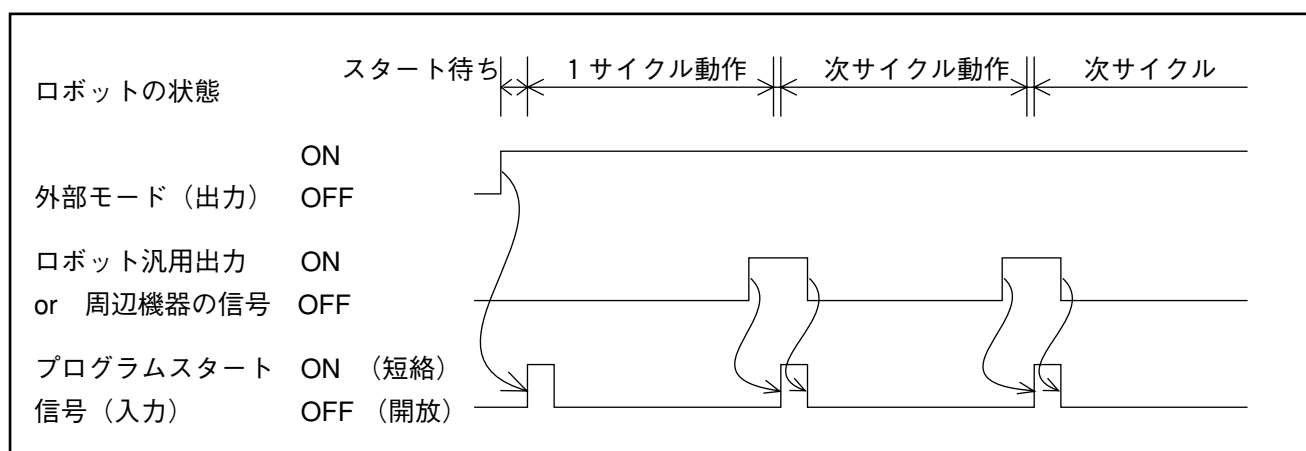

図4-20 プログラムスタート信号立ち上げのタイミング例
②ロボットの汎用出力または、周辺機器の信号を利用して、プログラムスタート信号を立ち上げる方法を図4-20に示します。